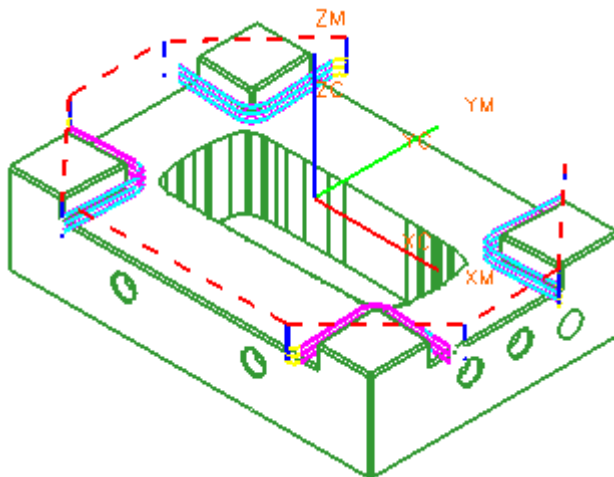

图 9-49
- 单击 ，生成如图 9-49 所示的刀轨，单击 O K。注意：每一切削层有 3 条刀轨，因为选择了可变步距。